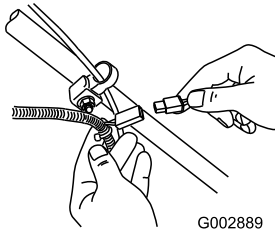

Figure 20
1. Branchez le chargeur au faisceau de câblage de la tondeuse situé sous la clé de contact (Figure 20).